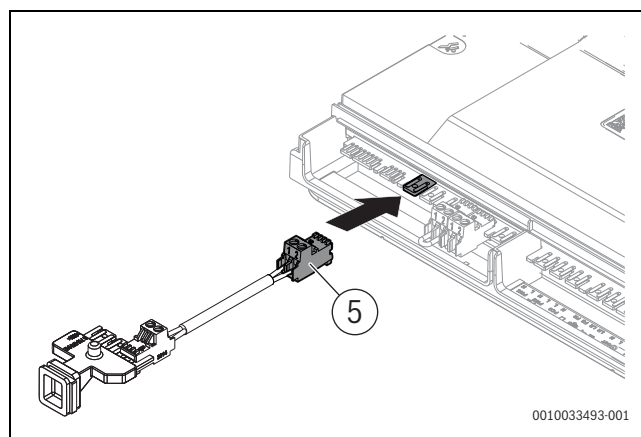

Рис. 94 Подключение BUS-шины к разъему BUS клеммной колодки
- ▶ Подключите BUS-шину клеммной колодки (→ рис. 94, [5]) к разъему BUS клеммной колодки.